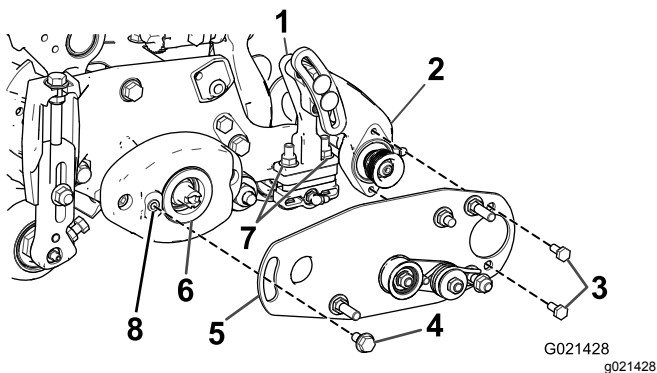
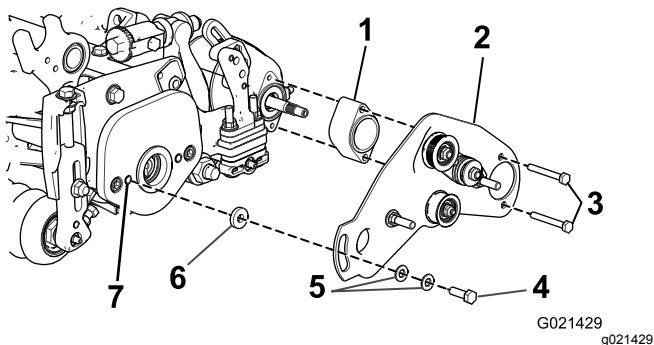

Figure 15
Figure 16
21. Appliquez une couche de graisse dans le diamètre intérieur de la douille du logement de roulement (Figure 15 et Figure 16).
Remarque: Vérifiez que la poulie de tension est montée en bas, comme montré à la Figure 15 et la Figure 16.
25. Appliquez du Loctite 242 (bleu) sur les 2 boulons (5/16" x 5/8") et utilisez ces derniers pour fixer la plaque de brosse au logement de roulement de la brosse de rouleau (Figure 15 et Figure 16). Serrez les boulons à un couple de 20 à 25 N·m.
- Desserrez les 2 contre-écrous à embase qui fixent le support de montage de la brosse de rouleau à la plaque latérale de l'unité de coupe (Figure 15 et Figure 16).
- Tournez le logement de roulement de la brosse de rouleau jusqu'à ce que la plaque de la brosse soit parallèle à la plaque latérale de l'unité de coupe (Figure 15 et Figure 16).
- Resserrez les 2 contre-écrous à embase qui fixent le support de montage de la brosse de rouleau à la plaque latérale de l'unité de coupe (Figure 15 et Figure 16).
22. Desserrez, mais ne retirez pas, les boulons qui fixent le logement de roulement de la brosse de rouleau au support de montage de la brosse de rouleau (Figure 15 et Figure 16).
23. **Pour les unités de coupe de 56 cm seulement,** glissez l'entretoise d'arbre de brosse en place (Figure 16).
24. Posez la plaque de pivot de la brosse de rouleau gauche ou droite (Figure 15 et Figure 16).
30. Utilisez un taraud de 5/16-18 pouce pour nettoyer le filetage avant de visser le boulon à épaulement sur l'unité de coupe (Figure 15 et Figure 16).
31. Appliquez du Loctite 242 (bleu) sur le boulon à épaulement (Figure 15 et Figure 16).
32. Fixez la plaque de brosse au carter de brosse avec le boulon à épaulement (Figure 15 et Figure 16).